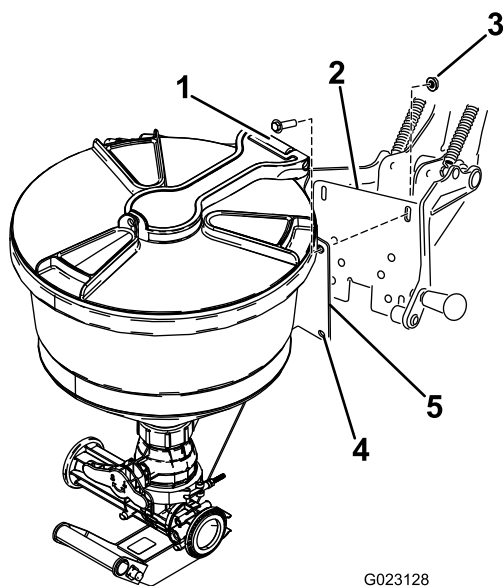

Figura 17
- Allineate i fori presenti nella piastra di appoggio del gruppo nebulizzatore alle asole situate nella contropiastra del gruppo base (Figura 17).